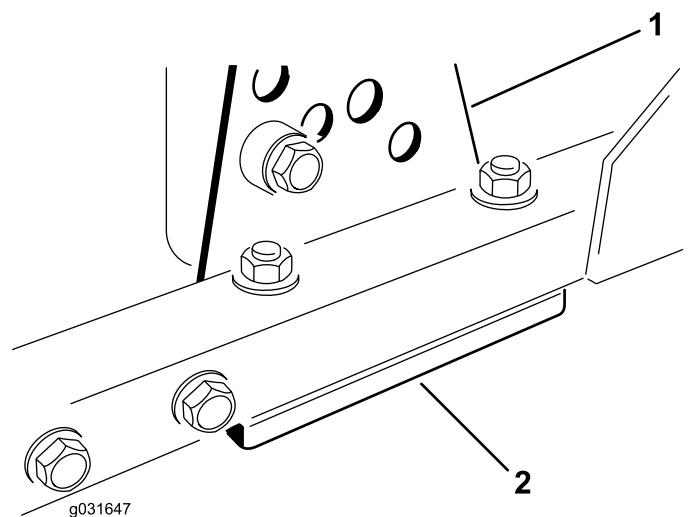

図 70
1. 刈り高ブラケット前、左、右のうち1つをデッキのフレームから外す 図 70。
2. デッキフレームとブラケットとの間に厚さ 1.5 mm または 0.7 mm のシム、場合によってはこれらの両方を挿入して、希望する刈高を達成する 図 70。
3. 余ったシムを刈り高ブラケットの下に入れ、刈り高ブラケットをデッキのフレームに取り付ける 図 70。